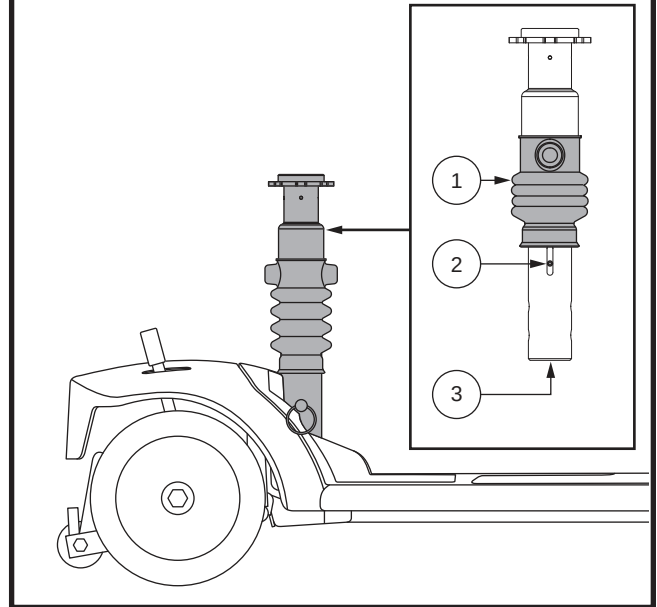

Figure 26 Réglage de la suspension du siège
Le mât du siège agit comme un absorbeur et peut être ajusté à différents degrés pour le confort de la conduite. Utilisez les vis de réglage qui sont visibles à travers la fenêtre de réglage sur le côté du mât comme guide lors du réglage. Faites glisser le manchon en caoutchouc vers le haut pour exposer les vis de réglage. **Voir la figure 26.**
3. Insérez une douille de 13 mm avec une extension au bas du mât. **Voir la figure 26.**